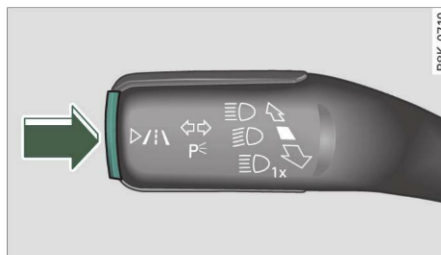

Fig. 124 Maneta de semnalizare: tasta sistemului lane assist
- Pentru a porni/opri sistemul, apăsați tasta ⇒ *pagina 113*, fig. 124 - săgeata -. Se aprinde/stinge o lampă de control /\ în tabloul de bord.